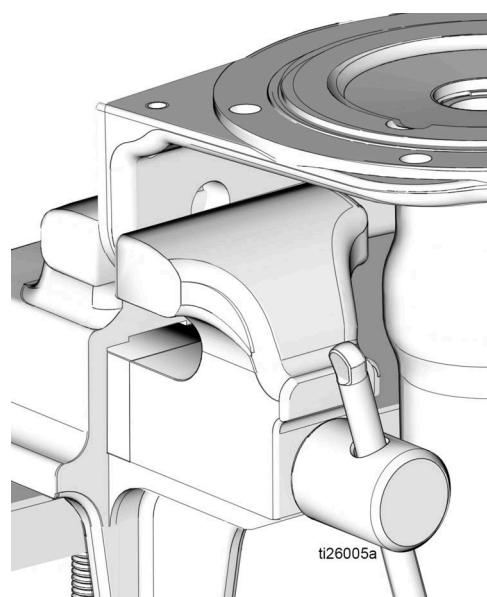

FIG. 23
17. Replacer la base de la pompe (1) dans l'étau comme montré sur la FIG. 23.